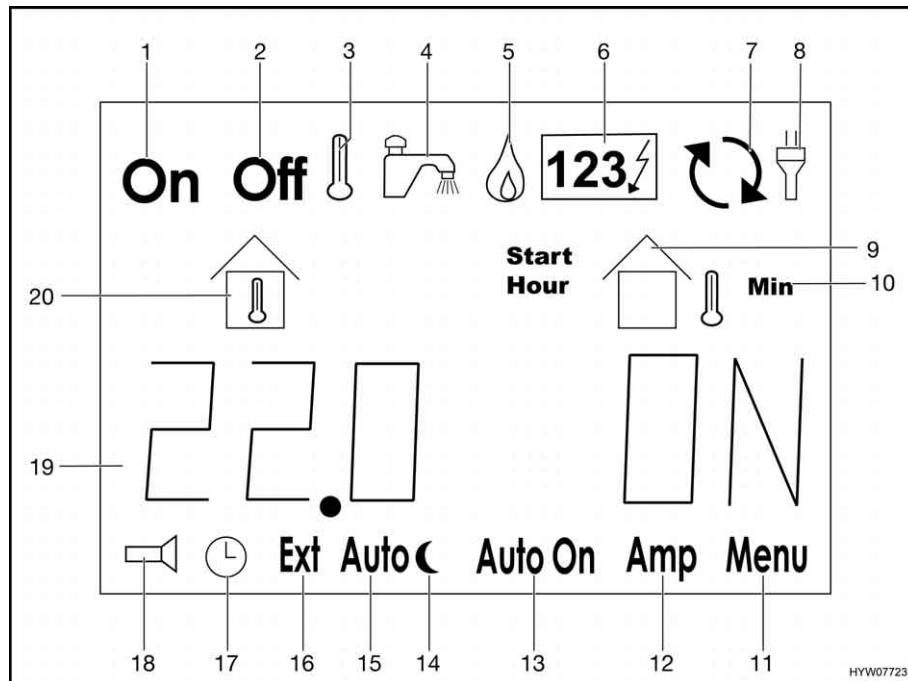

Fig. 94 Indicazioni sul display LCD
Nella riga informativa (Fig. 94,19) vengono indicati in forma testuale dati sulle temperature, tempi e stati di funzionamento oltre che alle segnalazioni di errore.
- Premere il tasto "►" (Fig. 93,4) finché il simbolo "gas" (Fig. 94,5) lampeggia.
- Premere il tasto "►" (Fig. 93,4) finché il simbolo "123" (Fig. 94,6) lampeggia.
- Premere il tasto "▷" (Fig. 93,4). Il simbolo "Off" (Fig. 94,2) lampeggiava.
- Premere il tasto "+/On" (Fig. 93,3). Il simbolo "On" (Fig. 94,1) lampeggiava. Il riscaldamento si avvia automaticamente.
- Premere il tasto "▷" (Fig. 93,4). Il simbolo "On" (Fig. 94,1) lampeggiava.
- Premere il tasto "-/Off" (Fig. 93,5). Il simbolo "Off" (Fig. 94,2) lampeggiava. Il riscaldamento si spegne.